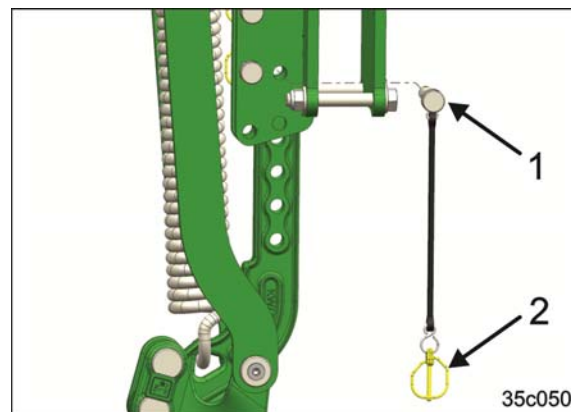

図 123
1. リンチピンを取り除きます（図 123/2）。
3. 固定ピンを取り外します（図 123/1）。
4. トラクターのタイヤ跡消しのグリップを持ち、希望する位置に設定し、固定ピンを差し込みます（図 123/1）。
5. 固定ピンをリンチピンで固定します（図 123/2）。
4. トラクターのタイヤ跡消しのグリップを持ち、トラクターのタイヤ跡消しのホルダーから外します（図 123/3）。
- ・ トラクターのタイヤ跡消しのグリップを持ち、希望する位置に合わせます（図 123/3）。